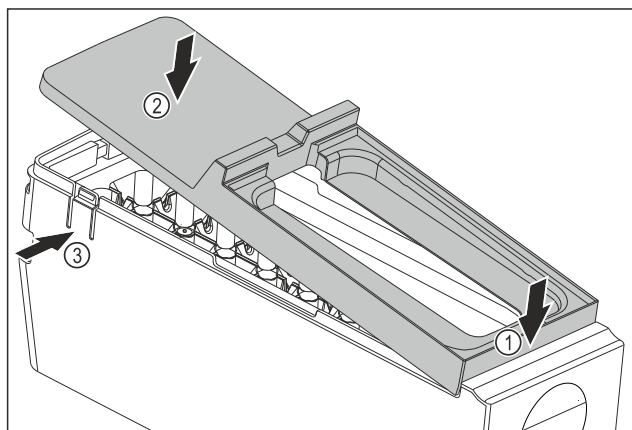

Fig. 146
- ▶ Montaż ostony korpusu EasyTwist-Ice: Ostonę założyć od przodu. Fig. 146 (1)
- ▶ Opuścić ostonę z tyłu. Fig. 146 (2)
- ▶ Ostona zatrzaskuje się słyszalnie w obu nakładkach Fig. 146 (3).